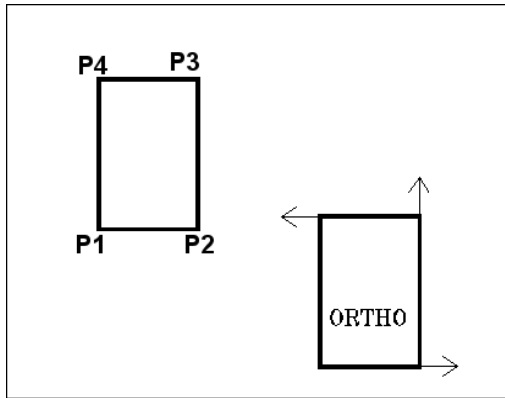

Fig.4.15
- 6 Spécifier le point suivant : taper C pour clore le contour ou appuyer sur Entrée si le contour ne doit pas être fermé (fig.4.15).